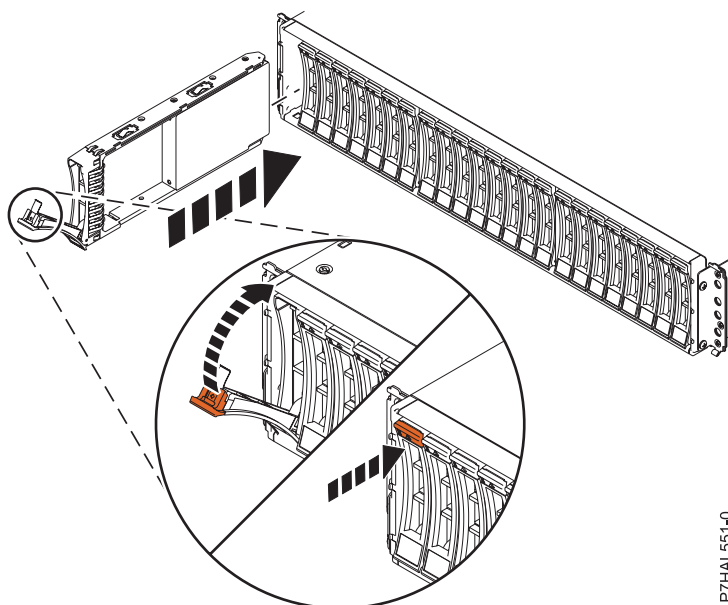

Figura 17. Instalación de la unidad de disco en Alojamiento de unidad de disco 5887
1. Con el asa en la posición de desbloqueo, como se muestra en Figura 17, sostenga la unidad por la parte inferior mientras la alinea con los rieles de guía de la unidad de expansión.